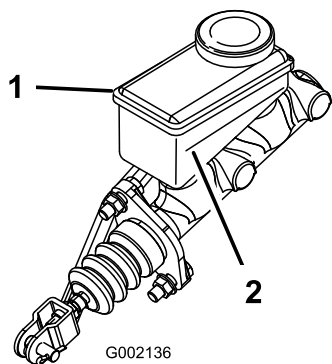

图 65
5. 观察油箱侧面的油位线（图 65）。
- B. 向油箱添加 DOT 3 刹车油，直至液位到达最低标志线上方（图 65）。